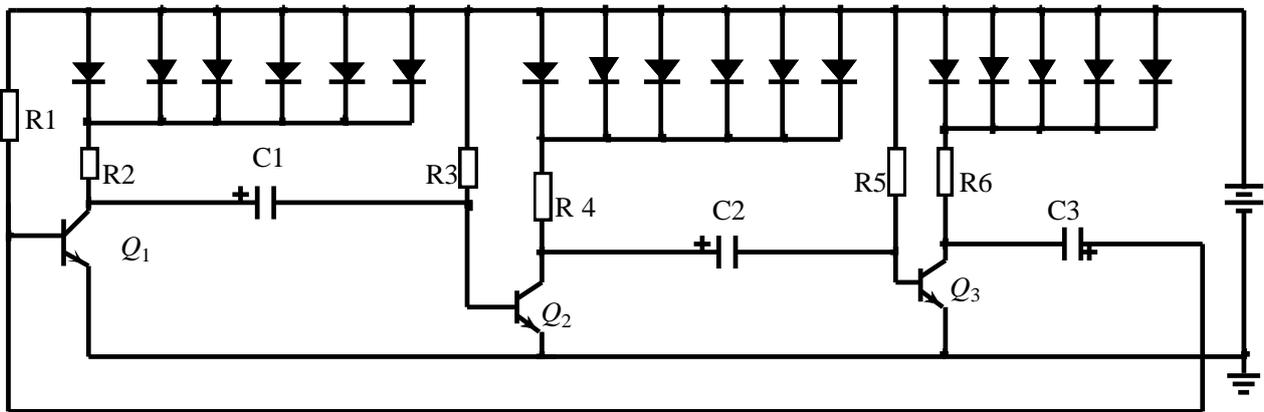

图 3-1 LED 心形循环闪烁灯电路
**三、LED 心形循环闪烁灯工作原理** LED 心形循环闪烁灯电路如图 3-1 所示，从电路图上看出，接 4.5-5V 电源，18 只 LED 灯被分成 3 组，每当电源接通时，3 只三极管会争先导通（功